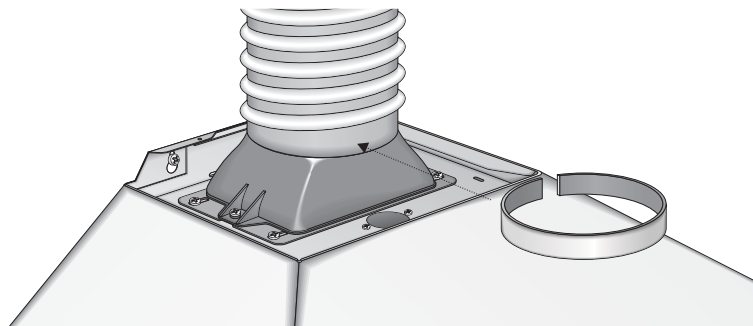

Fig. 7
- Utilizzare un tubo Ø125/150, possibilmente flessibile, e fermarlo con una fascetta stringitubo al raccordo di riduzione (Fig 7).
- Use a Ø 125/150 pipe, flexible if possible and fix it with a pipe-tightening ring at the reduction fitting (Fig. 7).
- Utiliser un tuyau Ø125/150, si possible flexible et le fixer avec une petite bande serre-tuyau au raccord de réduction (Fig.7).
- Verwenden Sie ein möglichst flexibles Rohr $\varnothing 125/150$ und befestigen Sie dieses mit einer Schlauchschelle am Reduzieranschluß (Abb. 7).
- Brug et rør med diameter 125/150 helst fleksibelt og sammenføj den med en rørpakning til samlingsformindskeren (Fig. 7).
- Gebruik een afvoerpijp met diameter 125/150, liefst buigzaam, (Fig.7)